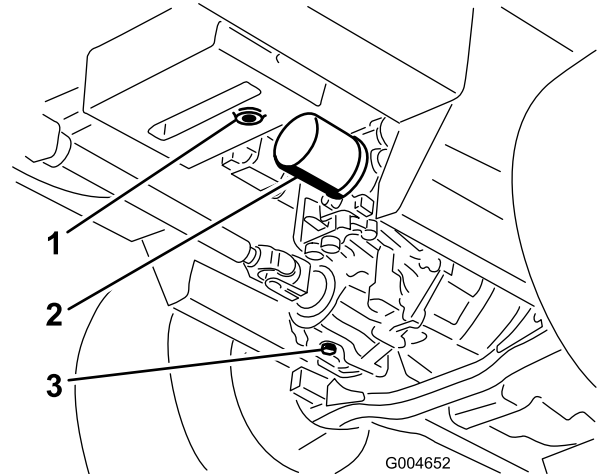

Bild 69
3. Stellen Sie eine große Wanne unter den Hydraulikbehälter und das Getriebe und nehmen Sie die Schrauben ab. Lassen Sie die Hydraulikflüssigkeit ablaufen (Bild 69).
4. Reinigen Sie den Bereich um den Hydraulikölfilter und nehmen Sie den Filter ab (Bild 69).